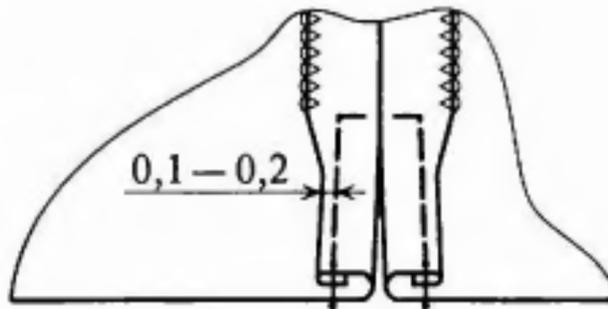

Рисунок 1
4. Срезы припуска шва на участке разреза подгибают и настрачивают, отступив от подогнутого края 0,1-0,2 см (рис. 1).